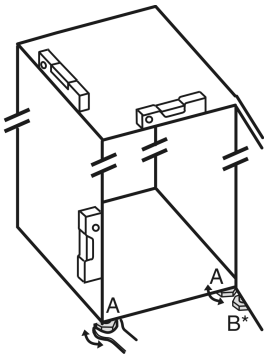

Fig. 2
- ▶ Выкрутите регулируемые опоры Fig. 2 (A) при помощи входящего в комплект поставки рожкового ключа и, используя уровень, выставьте устройство прочно и ровно по горизонтали.
- ▶ Выверните регулируемую опору Fig. 2 (B) на нижнем опорном кронштейне при помощи входящего в комплект поставки рожкового ключа до ее соприкосновения с полом.
- ▶ Поверните регулируемую опору Fig. 2 (B) еще на 90°.